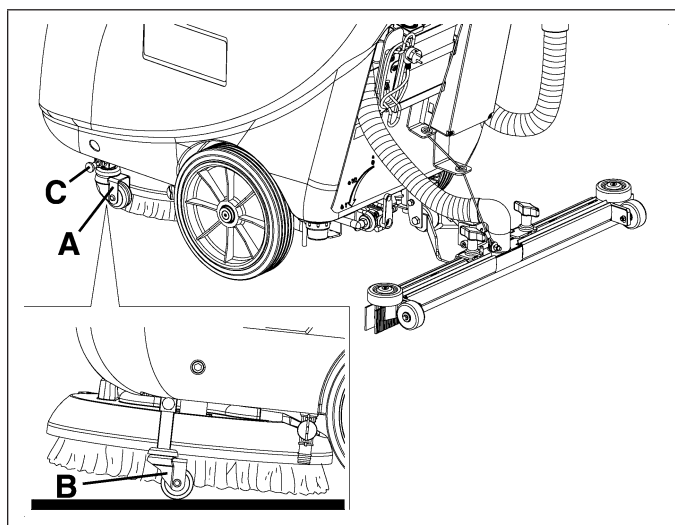

Figure 16
9. Soulever la brosse/disque et activer le dispositif de stationnement (A, Fig. 16) en le positionnant sur (B) après avoir actionné la goupille correspondante (C).